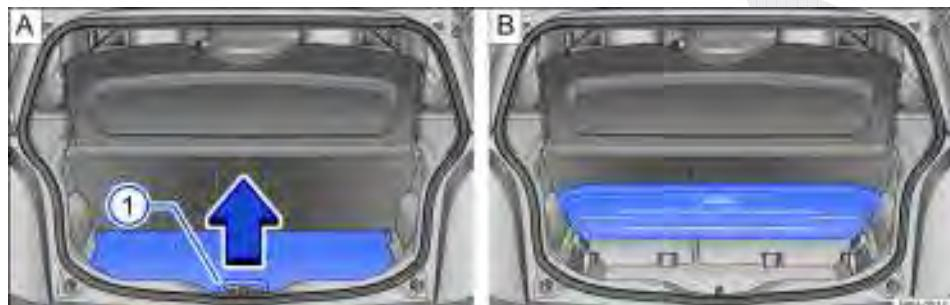

Fig. 66 A: assoalho variável do compartimento de bagagem rebatido para cima. B: assoalho variável do compartimento de bagagem aberto.
Para abrir, levantar pela alça → Fig. 66 ① no sentido da seta e rebater o assoalho do compartimento de bagagem completamente para cima
⇒ Fig. 66 B.